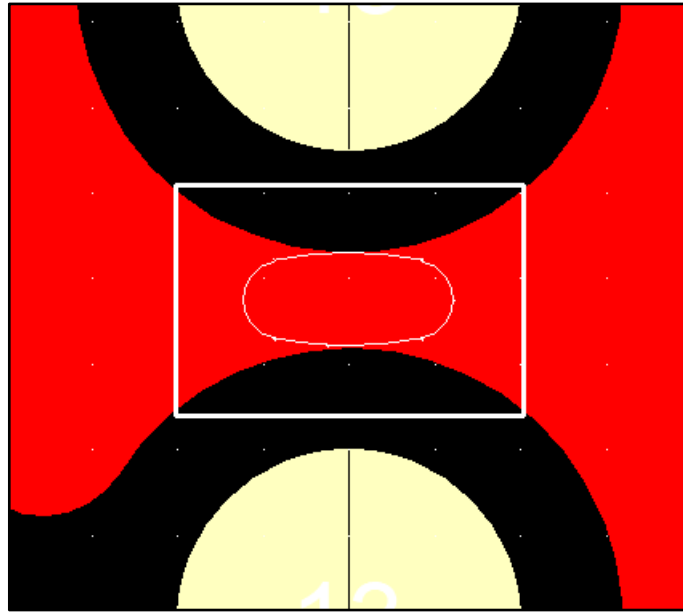

Рис. 27 Пример узкого места в полигоне.
- Detect for necks – Программа находит области заужения, за которыми потом наступает расширение полигона. Эта ситуация показана на рис. 27.